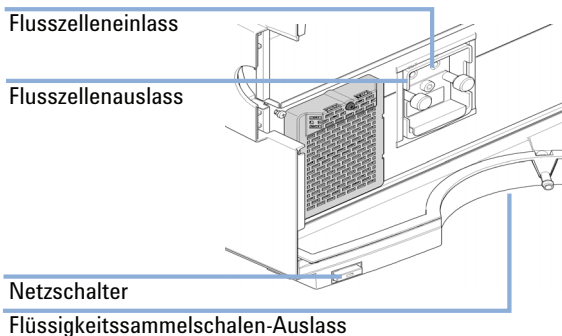

Abbildung 5 Anschlüsse am VWD-Modul
- 9** Verbinden Sie die Abfalleitung mit der Verschraubung (Teil des Zubehörkits) am Auslass der Flusszelle und das andere Ende mit einem geeigneten Abfallbehälter für des Lösungsmittel (siehe Abbildung 5 auf Seite 39).
- 10** Befestigen Sie die gewellte Abfalleitung (Teil des Zubehörkits) am Auslassadapter der VWD-Flüssigkeitsauffangschale und führen Sie ihn in einen geeigneten Abfallbehälter (siehe Abbildung 5 auf Seite 39).
- 13 Vergewissern Sie sich, dass der Netzschalter vorne am Modul (siehe Abbildung 5 auf Seite 39) ausgeschaltet bleibt. Verbinden Sie nun das Netzkabel mit dem Agilent 1220 Infinity LC und dem Stromnetz.